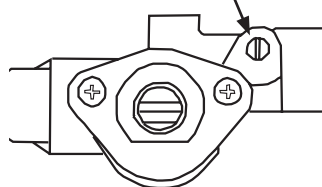

Fig. 22-2
1. Vérifiez que le pilote est allumé et en brûlant correctement (Fig. 22-2) puis le tour que le bouton de commande de brûleur dans le sens contraire des aiguilles d'une montre ↺ ainsi **ON** est au dessus. Ceci ouvre la valve et permet au gaz de couler dans le brûleur principal une fois que le commutateur "marche/arrêt" est mis EN MARCHÉ.
Le brûleur pilote est préréglé à l'usine et ne devrait normalement exiger aucun ajustement. Cependant, l'ajustement est nécessaire, les mesures suivantes devraient être prises : Avec le pilote le brûleur s'est allumé et le bouton de commande en position pilote, enlèvent soigneusement la vis de chapeau plac sur la soupape de commande (Fig. 22-2)